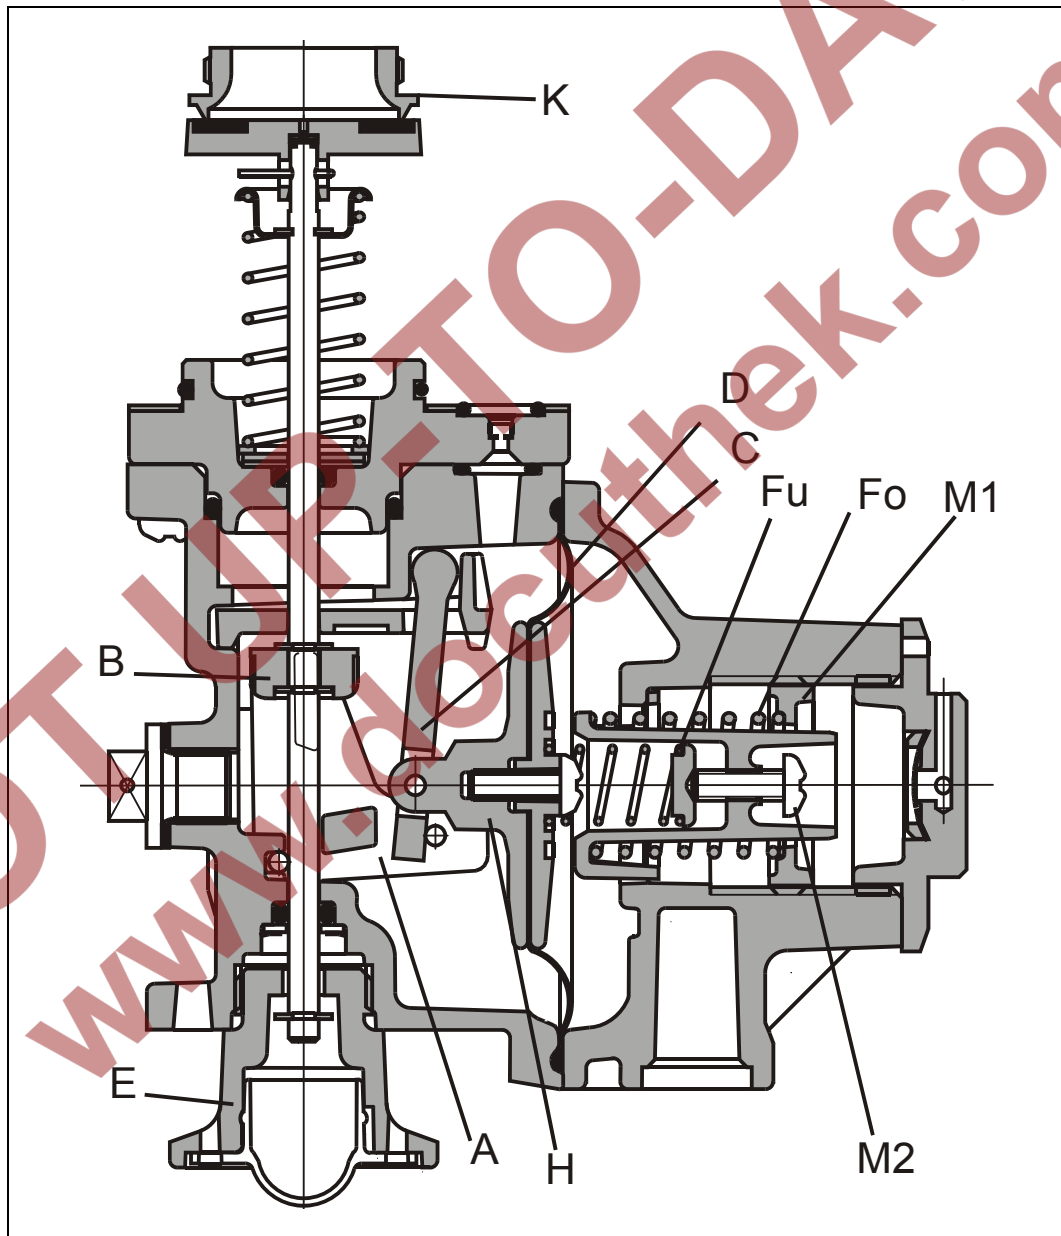

Bild 2-13, SAV - unterer Abschaltpunkt
Sinkt der Ausgangsdruck p_d im Regelgerät und somit der Druck unterhalb der SAV-Membrane (D), so bewegt sich bei Unterschreiten des durch die kleine Einstellfeder (Fu) eingestellten unteren Abschaltpunktes der Membranhalter (H) und der Schalthebel (C) nach links, siehe Bild 2-13. Der Sperrhebel (A) rastet mit seinen Stegen in die Kulissen der Sperrbüchse (B) ein. Die vorgespannte Sperrfeder an der Ventilspindel wird freigegeben. Der Ventilteller verschließt den Eingang (K) des Gas-Druckregelgerätes.